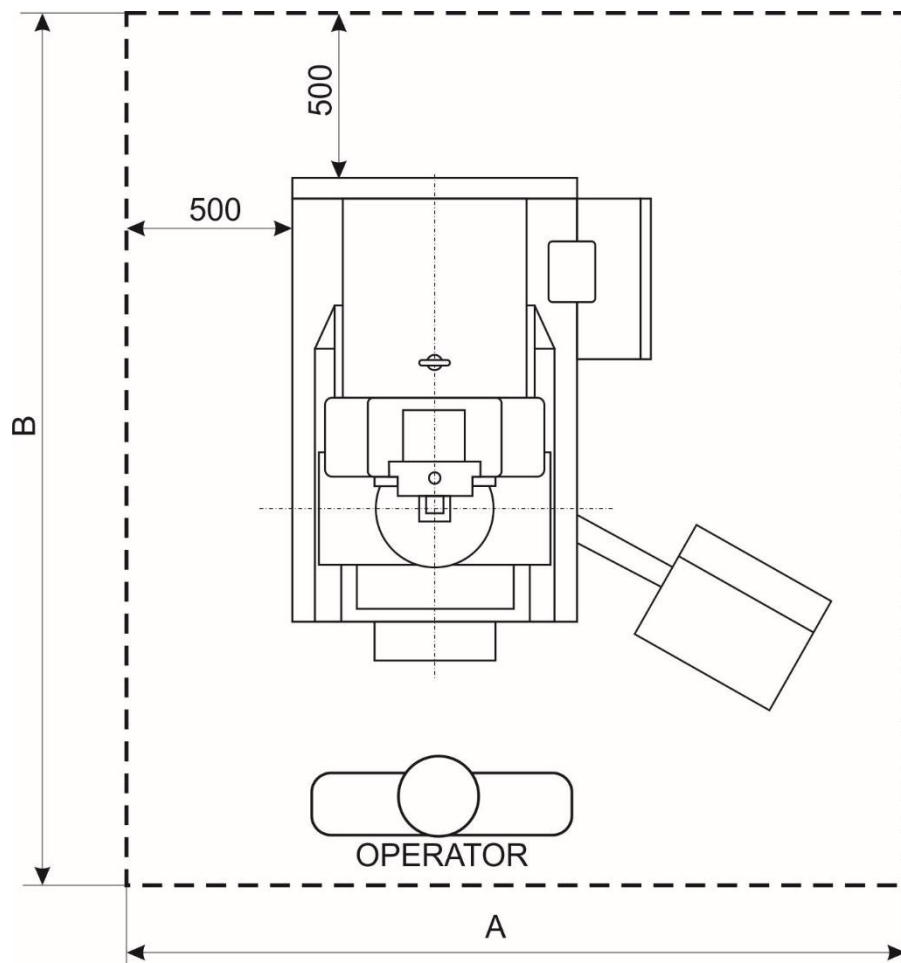

Abb. 1
- es soll genügend Platz für Wartung und Reparatur gesichert sein, der den Ausmaßen auf der Abb. 1 entspricht